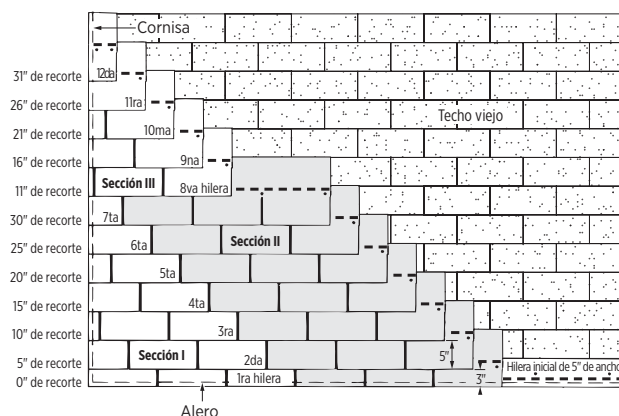

Figura 10-16: Recorte de cinco, doce arriba, colocación anidada
1. Comience la segunda hilera cortando 5" (125 mm) del extremo izquierdo de una teja y alineando el borde superior con el borde de tope de la teja en la cuarta hilera vieja (Figura 10-16).
1. Comience la octava hilera cortando 11" (279 mm) del extremo izquierdo de una teja y colocando el trozo de 25" (635 mm) sobre la teja de la séptima hilera, alineada con el borde izquierdo de la séptima hilera (Figura 10-16).